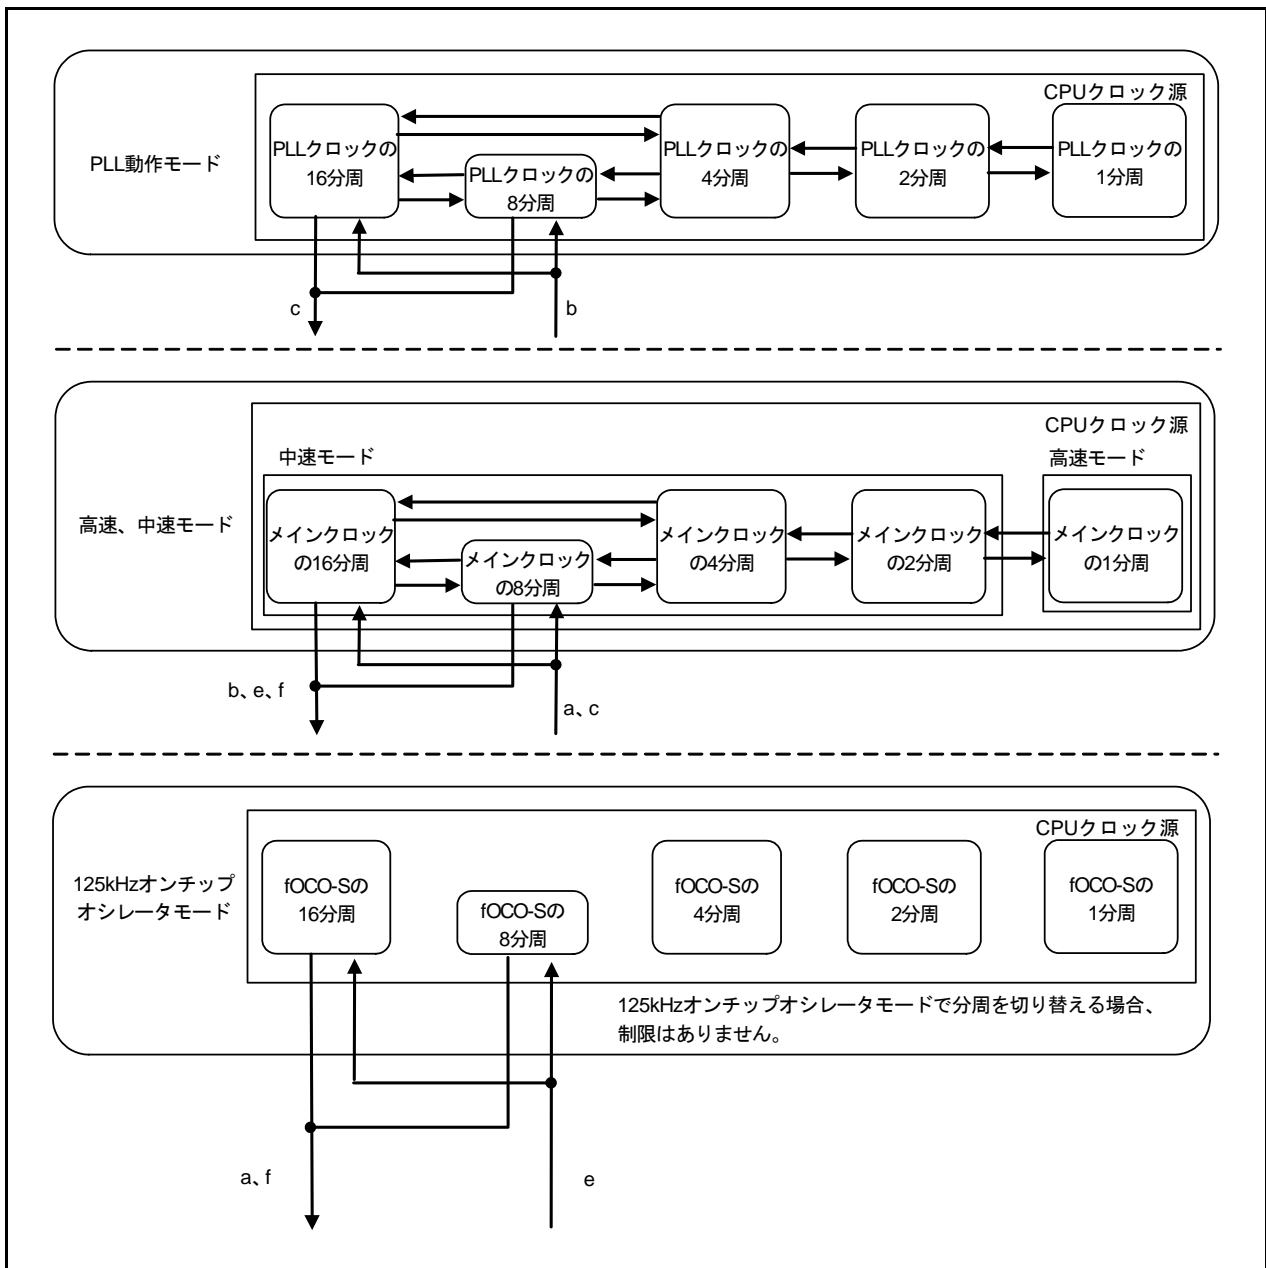

図 9.2 分周切り替えの状態遷移
- PLL動作モード、高速、中速モードで分周を切り替える場合は図 9.2 に示す順序で分周を切り替えてください。
- モード遷移は後述の a~c、e~h に示す手順に従って実行してください。ただし、各レジスタ、ビットのアクセス方法などは「9.2 レジスタの説明」を参照してください。なお、a~c、e~h の記号は「図 9.1 クロックのモードの状態遷移」、「図 9.2 分周切り替えの状態遷移」の矢印の a~c、e~h に対応しています。